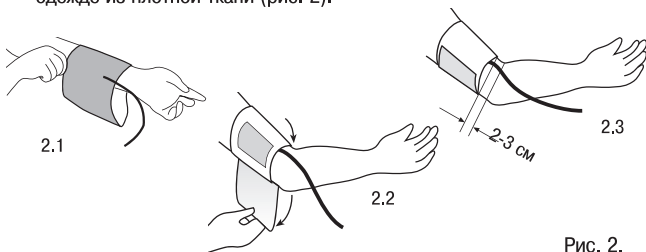

Рис. 2.
2. Наложите манжету на обнаженное плечо на расстоянии 2 – 3 см выше локтевого сгиба. Не закатывайте рукава одежды (это может помешать току крови в сосудах) и не выполняйте измерения в одежде из плотной ткани (рис. 2).